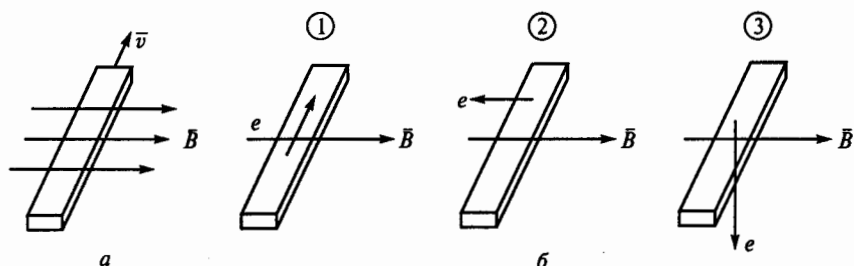

Рис. 51
**2.25.** Брусек из меди перемещается в магнитном поле, как показано на рис. 51, *а*. Указать направление ЭДС индукции в этом бруске по рис. 51, *б*.